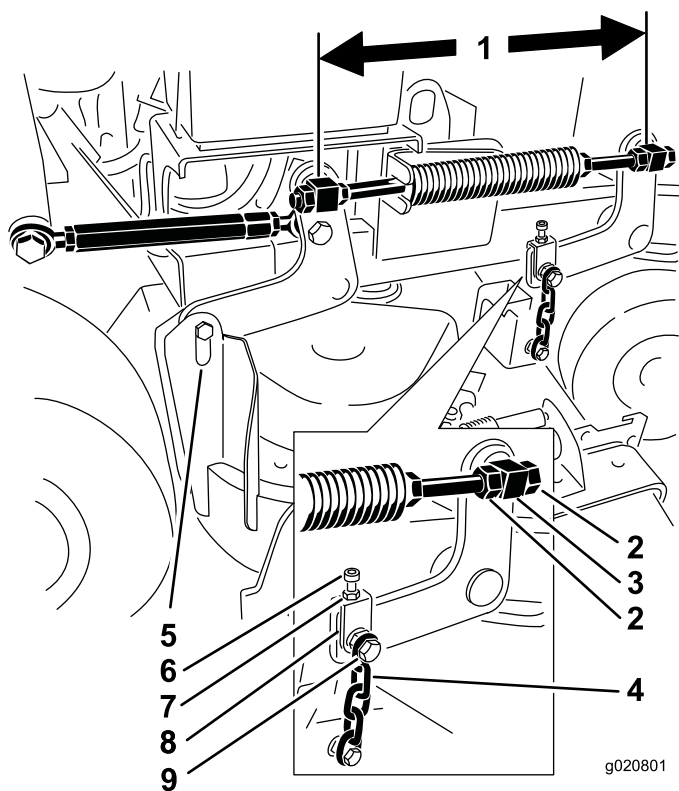

Figure 81
6. Contrôlez la distance entre les centres des pivots (entraxe) sur chaque tige filetée. La longueur nominale est de 49,5 cm (19-1/2 po) pour les plateaux de coupe de 91 cm (36 po) et de 43,7 cm pour les plateaux de coupe de 102 cm (40 po) (Figure 81).
11. Si un réglage est nécessaire, desserrez le boulon de chaîne supérieur (Figure 81).
- Desserrez les boulons de chaîne supérieurs (Figure 81).